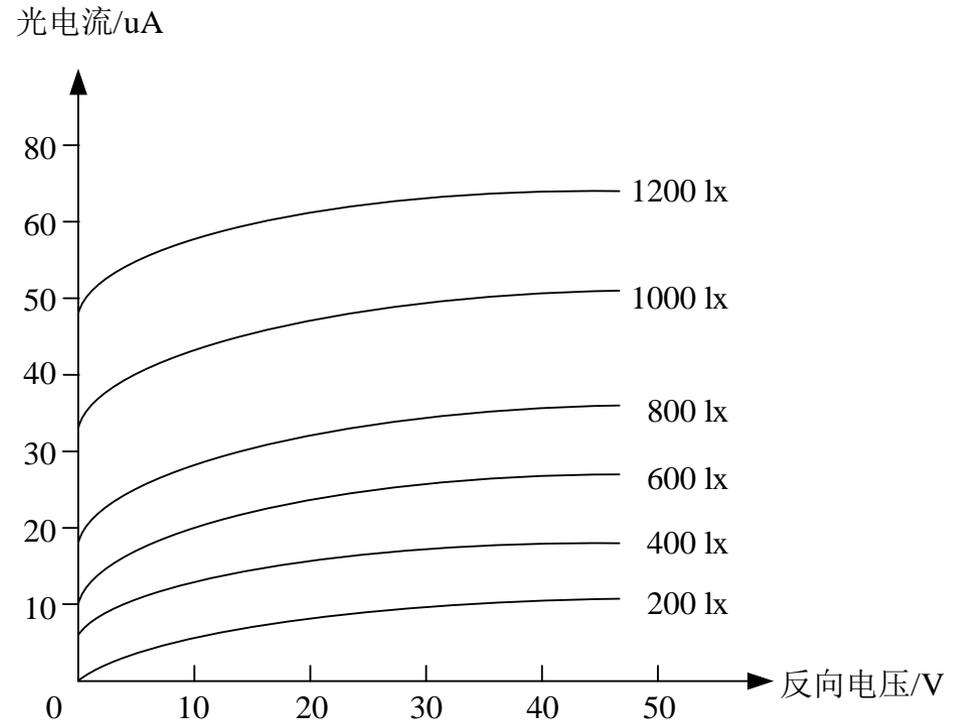

图7-14 硅光敏二极管的伏安特性
- 光敏二极管的伏安特性是指在给定光照强度下，光敏二极管上反向电压与光电流之间的关系。如图7-14所示为不同光照强度情况下的硅光敏二极管的伏安特性。在一定的光照强度下，光敏二极管的光电流随着所加反向电压增大而增大。